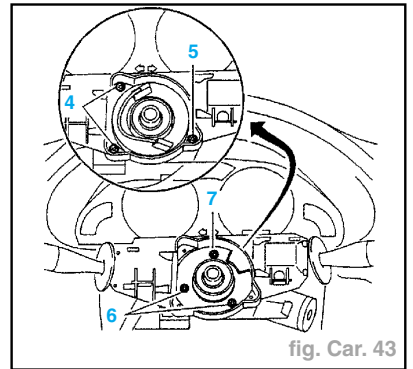
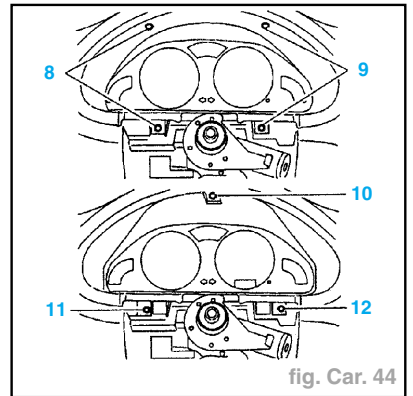

fig. Car. 43
fig. Car. 44
- Déposer (fig. Car. 43) :
- le raccord tournant de l'allumeur pyrotechnique "airbag" (vis (4) et (5) : véhicules avec airbag,
- la commande de commutateur (vis (6) et (7)).
- Déposer (fig. Car. 44) :
- la visière du combiné (vis (8) et (9)),
- le bloc-compteur (vis (10), (11) et (12)).